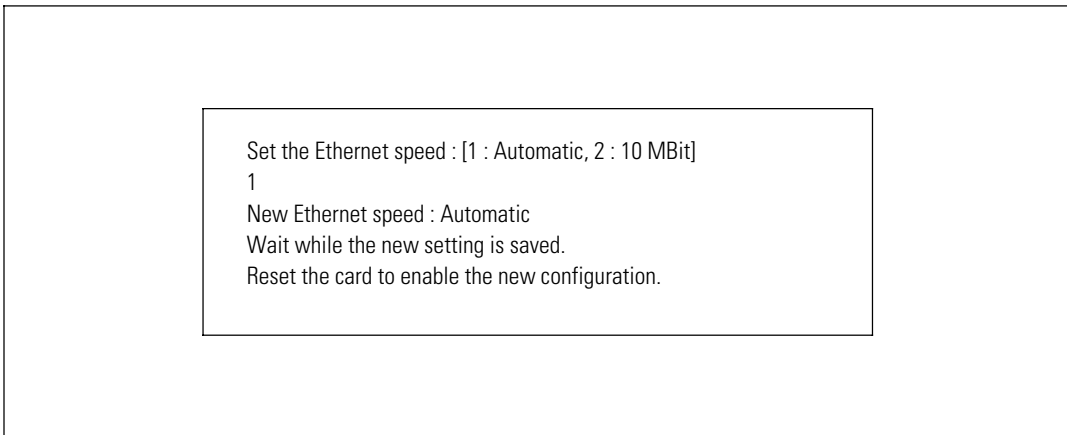

图 43. 以太网速度设置
- **设置以太网速度 ( Set Ethernet speed )** : 改变网络速度 ( 请参阅图 43 )。重启网络管理卡以激活新参数。